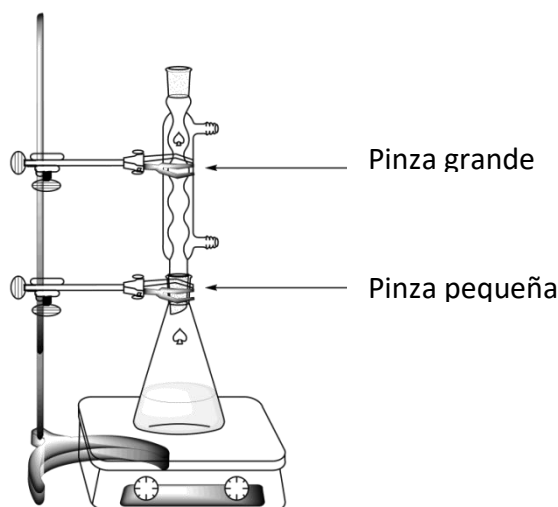

Figura 1. Montaje para calentar la mezcla de reacción bajo reflujo
4. **Conecta** el condensador soltando suavemente la pinza grande y ajustando las uniones esmeriladas (vea la Figura 1). **Levanta** tu tarjeta de HELP. Un asistente de laboratorio vendrá a abrir la llave del agua y encender la plancha de calentamiento.
2. **Realiza** la recristalización del producto impuro contenido en el Erlenmeyer esmerilado de 50 mL en el mismo montaje de reflujo (vea la Figura 1). **Levanta** tu tarjeta de HELP. Un asistente de laboratorio vendrá a abrir la llave de agua y encender la plancha de calentamiento. **Añade** la cantidad **mínima** de mezcla agua/etanol por la parte de arriba del condensador.